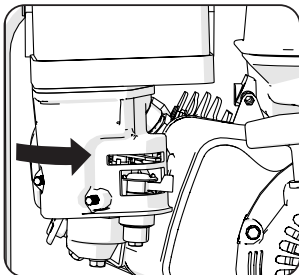

Fig. 15
- Normalmente, el estérter puede volver a la posición «OFF» (apagado) casi inmediatamente después de que arranque el motor, pero esto dependerá de las temperaturas ambiente, las condiciones operativas, etc. y será a discreción del operario. (Fig. 15)